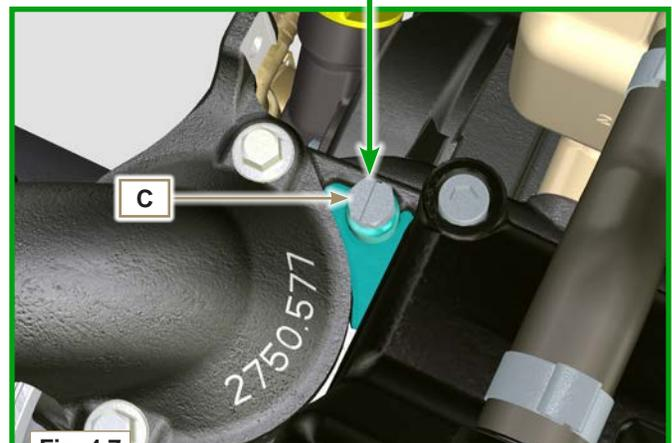

Fig. 4.7
2 - Allentare la vite **C**, far fuoriuscire l'eventuale aria presente e avvitarla la vite **C**, (coppia di serraggio a 8 Nm - Fig. 4.7).
**NOTA:** Il livello di riempimento **MAX** per il collettore di scarico **B** è in corrispondenza della vite **C**, terminare l'operazione di rifornimento di refrigerante non appena il liquido fuoriesce dalla vite **C** (Fig. 4.7).